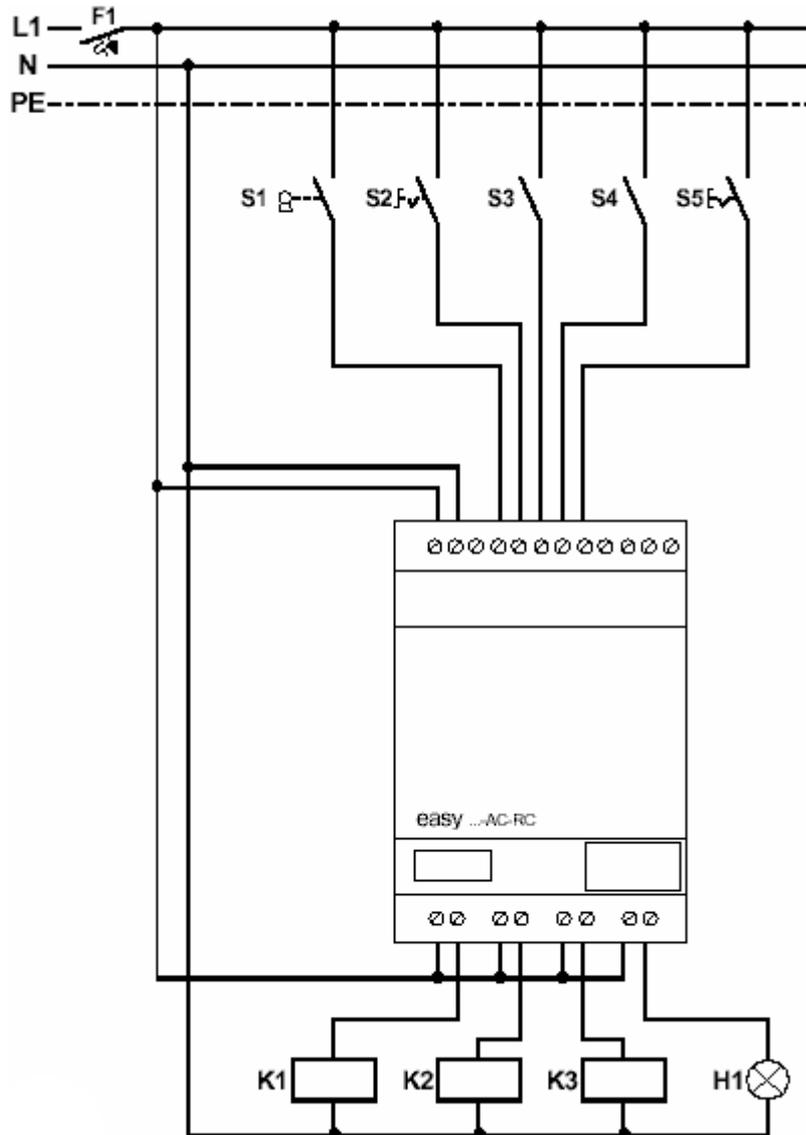

Рисунок 116 - Электрическая схема управления оросительной системой
- Ознакомится со схемой управления оросительной кареткой (рисунок 116)
Общая электрическая схема управления оросительной системой представлена (рисунок 116).